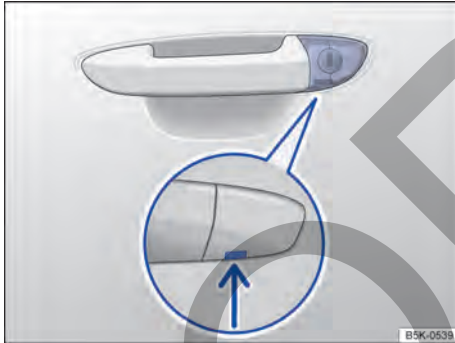

Fig. 51 Manilla de la puerta del conductor: bombín de cierre cubierto.
- Introducir la varilla de la llave por abajo en la apertura de la caperuza → **fig. 51** (flecha).